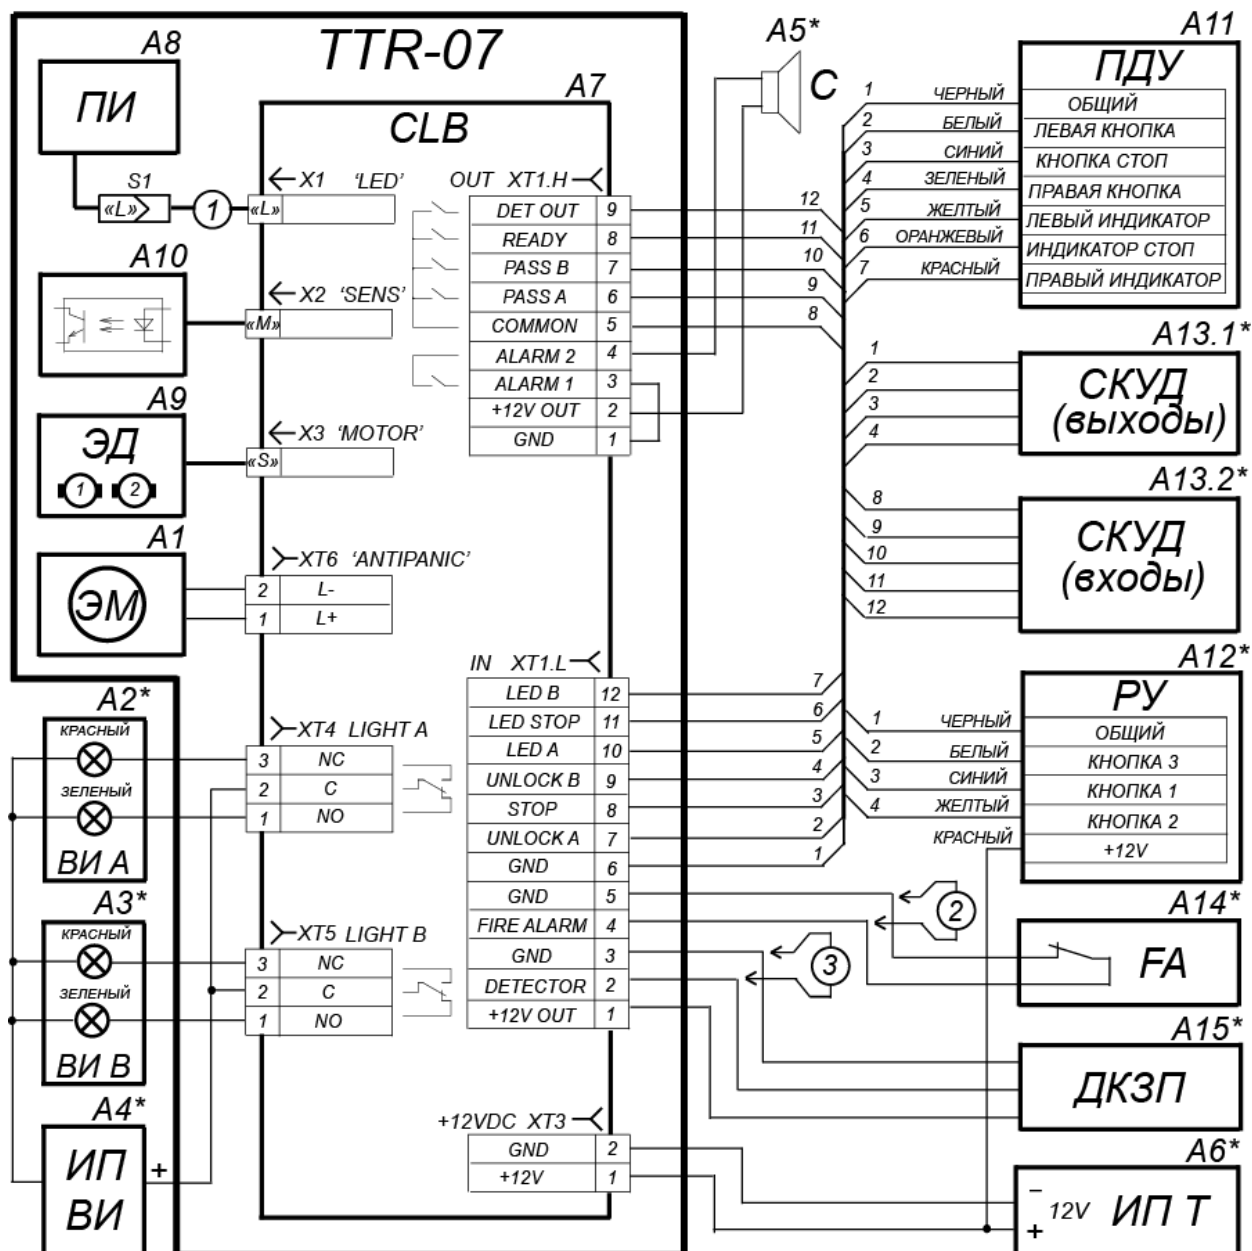

Рисунок 11. Схема электрическая соединений турникета
2. Подготовьте в полу отверстия под гильзы анкеров (13) для крепления стойки турникета (см. рис. 11) и кабельные каналы согласно планировке проходной. При необходимости прокладки кабелей под поверхностью пола подготовьте в полу кабельный канал, подходящий к отверстиям для ввода этих кабелей в стойку турникета (вариант 1 или 2 на рис. 11).